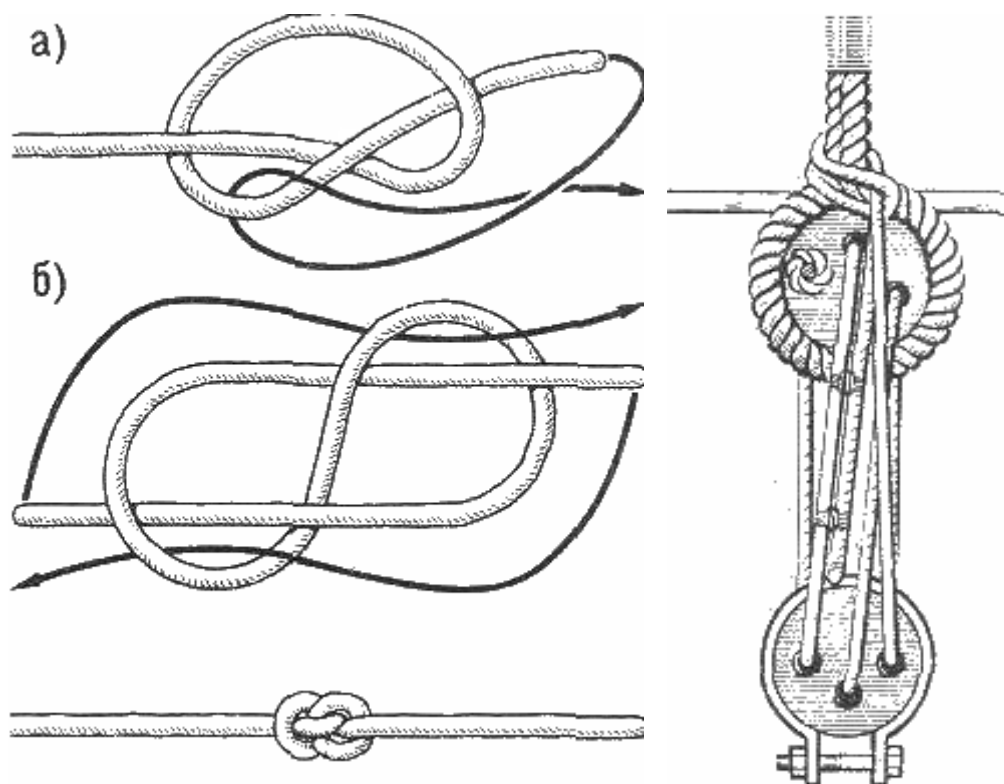

Рис. 5. Юферсный узел:
**Юферсный узел** (рис. 5). Этот старинный морской узел во времена парусного флота применялся для натягивания вант с помощью тросовых талрепов и юферсов. Его вязали на конце талрепа, чтобы последний задержался в отверстии юферса. На схеме даны два способа его вязки. Первый способ (рис. 5, а), основанный на простом узле, предусматривает ввод ходового конца в петлю снизу между коренным и годовым концами с последующим пропуском его под себя. Второй способ вязки
юферсного узла (рис. 5, б) предусматривает завязывание восьмерки и протаскивание обоих кондов в соответствующие ее петли, как это показано двумя стрелками.